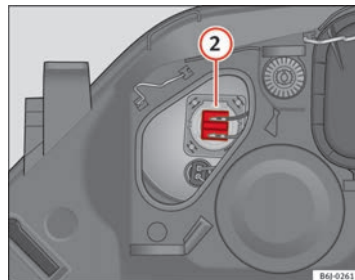

Fig. 160 Feux de route
- Retirez le connecteur ⇒ fig. 160 ② en tirant vers l'extérieur.